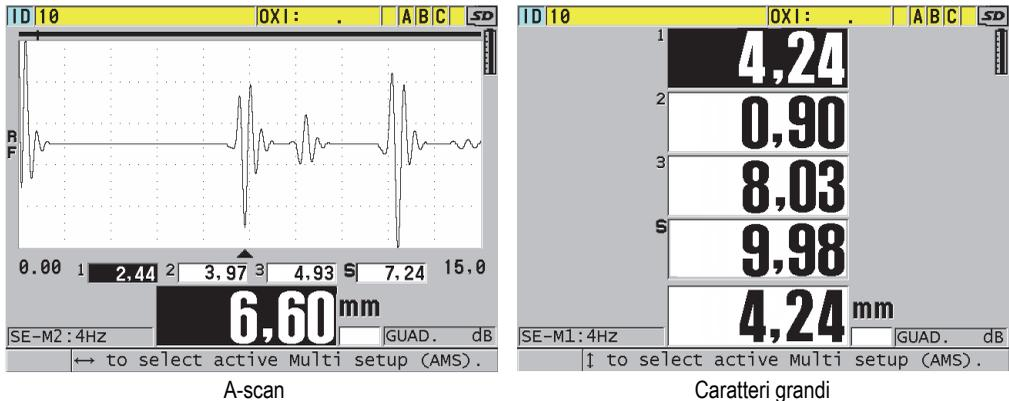

Figura 7-8 Modalità di visualizzazione di misura multipla con tre strati e la somma
- d) Definire il parametro **MOD. VISUALIZZA** come (vedere Figura 7-8 a pagina 119):
- c) Definire **MOD. VISUALIZZA** come **FORMA ONDA** o **CARAT. GRANDE** (vedere Figura 7-8 a pagina 119).